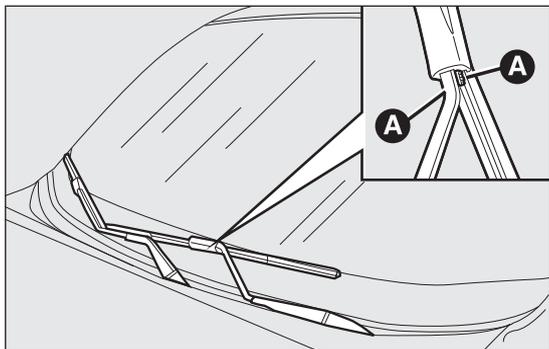

fig. 174
- appuyer sur les languettes A fig. 174 et retirer le balai du bras ;